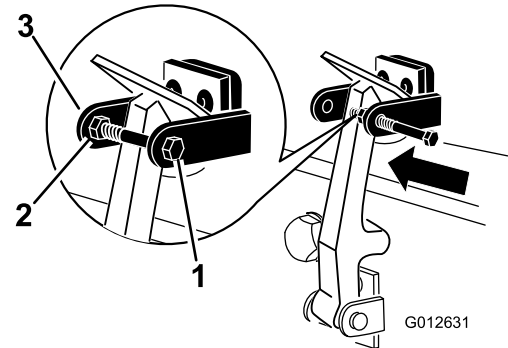

图 7
8. 将螺栓安装到机罩门锁支架的另一个臂将门锁锁定到位图 7。拧紧螺栓但不要拧紧螺母。